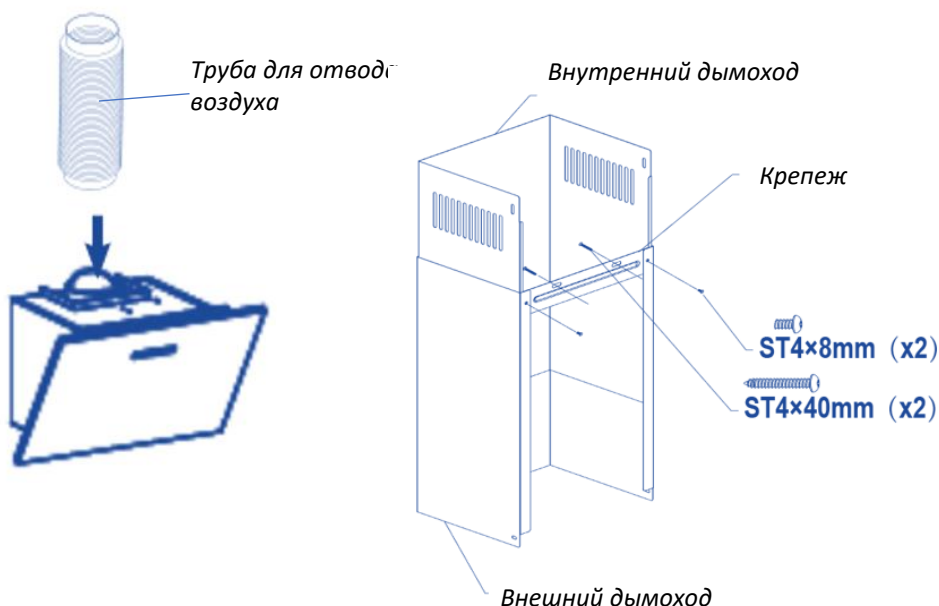

Рис.3
- Закрепите внешний держатель вытяжки на внешней вытяжке двумя винтами (ST4*8 мм) и убедитесь, что высота внутренней вытяжки может свободно регулироваться, а также закрепите удлинительную трубу. Затем установите удлинительную трубу и вытяжку на вытяжку (см. рис. 3).
- Используйте винты (ST4*40 мм с крестообразным шлицем и плоской головкой) для крепления внешнего держателя дымохода к стене (см. рисунок 3).